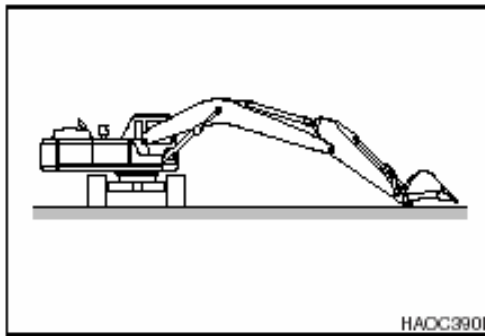

Figura 78
1. Coloque la máquina sobre una superficie firme y nivelada. Coloque la estructura superior oscilante de forma perpendicular (90°) a las orugas. Descienda el brazo de la grúa y coloque la cuchara en el suelo, tal como se muestra en la Figura 78.